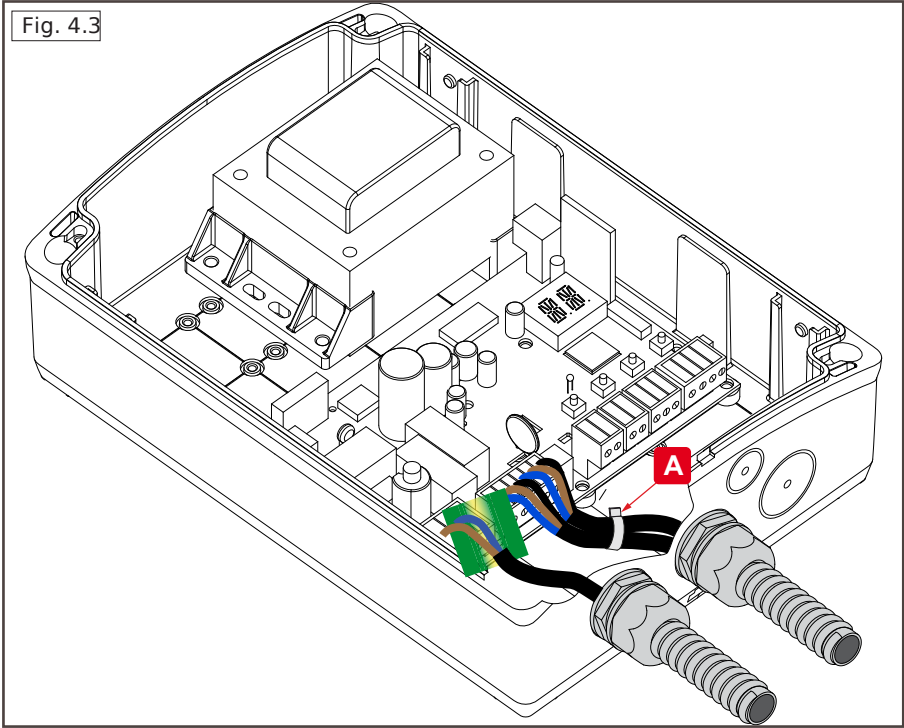

Fig. 4.4
- Ha szükséges, alkalmazza a vezérlődoboz zsanérjait az ön számára megfelelő oldalon a doboz alsó és felső részén. (Fig. 4.4.).